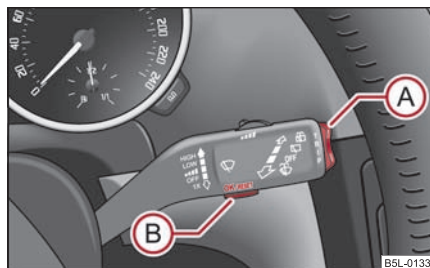
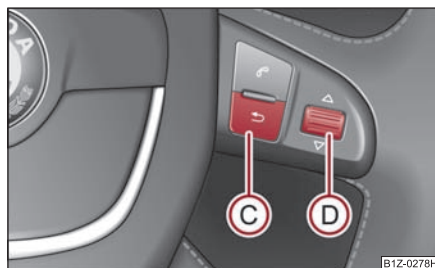

Fig. 22 Indicatorul multi-funcțional: Elementele de comandă
Fig. 23 Indicator multifuncțional: Acționarea de la tastele de pe volanul multifuncțional
Comutarea între memorii are loc de la tasta **(B)** ⇒ fig. 22 de pe maneta de acționare a ștergătoarelor sau cu ajutorul tastei **(D)** de pe volanul funcțional* ⇒ pagina 23.
Tasta basculantă **(A)** și tasta **(B)** se găsesc în maneta de acționare a ștergătoarelor de parbriz ⇒ fig. 22.
La autovehiculele echipate cu volan multifuncțional*, tastele **(A)** și **(B)** sunt înlocuite de roțița de pe volanul multifuncțional ⇒ fig. 23. ■
Comutarea și resetarea are loc de la roțița **(D)** ⇒ fig. 23.
maneta ștergătoarelor ⇒ pagina 22, fig. 22, resp. a tastei  de pe volanul multifuncțional ⇒ fig. 23, se afișează funcția care a fost afișată ultima dată.
Pe ecran apare durata de deplasare de la ultima ștergere a memoriei. Dacă doriți să cronometrați timpul de deplasare de la un anumit moment înainte, trebuie să resetați memoria pe zero în acel moment, apăsând tasta  de pe maneta ștergătoarelor ⇒ pagina 22, fig. 22 sau a roțiței  de pe volanul multifuncțional* ⇒ pagina 23, fig. 23 mai mult de 1 secundă.
Dacă doriți să măsurați consumul de carburant mediu pentru o anumită perioadă de timp, la începutul măsurării trebuie să resetați memoria pe zero, de la tasta  de pe maneta ștergătoarelor ⇒ pagina 22, fig. 22 sau de la roțița  de pe volanul multifuncțional* ⇒ pagina 23, fig. 23. După ștergere, în primii 100 metri, pe display se vor afișa linii.
Pe display apare distanța parcursă de la ultima ștergere a memoriei ⇒ pagina 22. Dacă doriți să calculați distanța parcursă dintr-un anumit moment înainte, trebuie să resetați memoria pe zero în acel moment, apăsând tasta  de pe maneta ștergătoarelor ⇒ pagina 22, fig. 22 sau a roțiței  de pe volanul multifuncțional* ⇒ pagina 23, fig. 23.
Pe display apare viteza medie în km/h de la ultima ștergere a memoriei ⇒ pagina 22. Dacă doriți să calculați viteza medie pentru o anumită perioadă de timp, la începutul măsurării trebuie să resetați memoria pe zero, de la tasta **(B)** de pe maneta ștergătoarelor ⇒ pagina 22, fig. 22 sau de la roțița **(D)** de pe volanul multifuncțional* ⇒ pagina 23, fig. 23.
- Apăsăți tasta **(B)** de pe maneta ștergătoarelor ⇒ fig. 26 sau roțița **(D)** de pe volanul multifuncțional* ⇒ pagina 23, fig. 23. Pe display-ul informativ* se afișează **Speed warning 50 km/h (Avertizare la 50 km/h)** ⇒ fig. 25. Această valoare o puteți mări sau reduce cu ajutorul tastei **(A)** de pe maneta de acționare a ștergătoarelor sau prin rotirea roțiței **(D)** de pe volanul multifuncțional*.
Dacă veți depăși această limită de viteză, pe display se va afișa **Speed 50 km/h exceeded (Depășire viteză 50 km/h)**. Acest anunț rămâne afișat până când reduceți viteza sub limita setată, sau până când dezactivați anunțul apăsând tasta **(B)** de pe maneta ștergătoarelor ⇒ fig. 26 sau roțița **(D)** de pe volanul multifuncțional* ⇒ pagina 23, fig. 23.